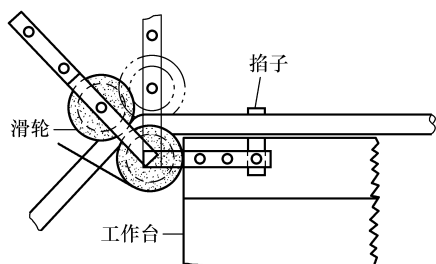

图 2-15 滑轮弯管器
2) 滑轮弯管器。滑轮弯管器由工作台、滑轮组等组成,它能弯直径 100mm 以下的管子,见图 2-15。弯管时不易损伤管子,适宜弯曲半径相同的成批管子。缺点是笨重不易搬动。